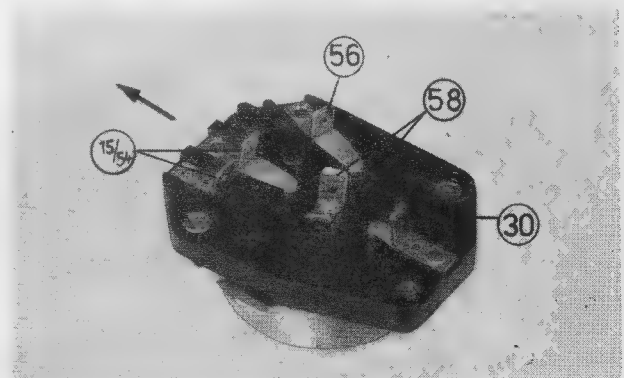

Bild 98. Anschlüsse des Zündlichtschalters
Um bei eventuellem Wechsel des Zündlichtschalters die Kabel wieder an die richtigen Fahnen stecken zu können, wurden im Bild 98 die einzelnen Anschlüsse noch einmal gekennzeichnet.
Der im Bild 98 gezeigte Zündlichtschalter ist für ältere MZ-Typen nicht verwendbar, da die frühere Schaltstellung (5) nicht mehr elektrisch geschaltet ist. Umgekehrt kann jedoch ein Zündlichtschalter älterer Typen auch für die ETZ verwendet werden.
Der Pfeil im Bild 98 zeigt die Einbaulage des Zündlichtschalters in Fahrtrichtung, Anschlüsse nach unten.